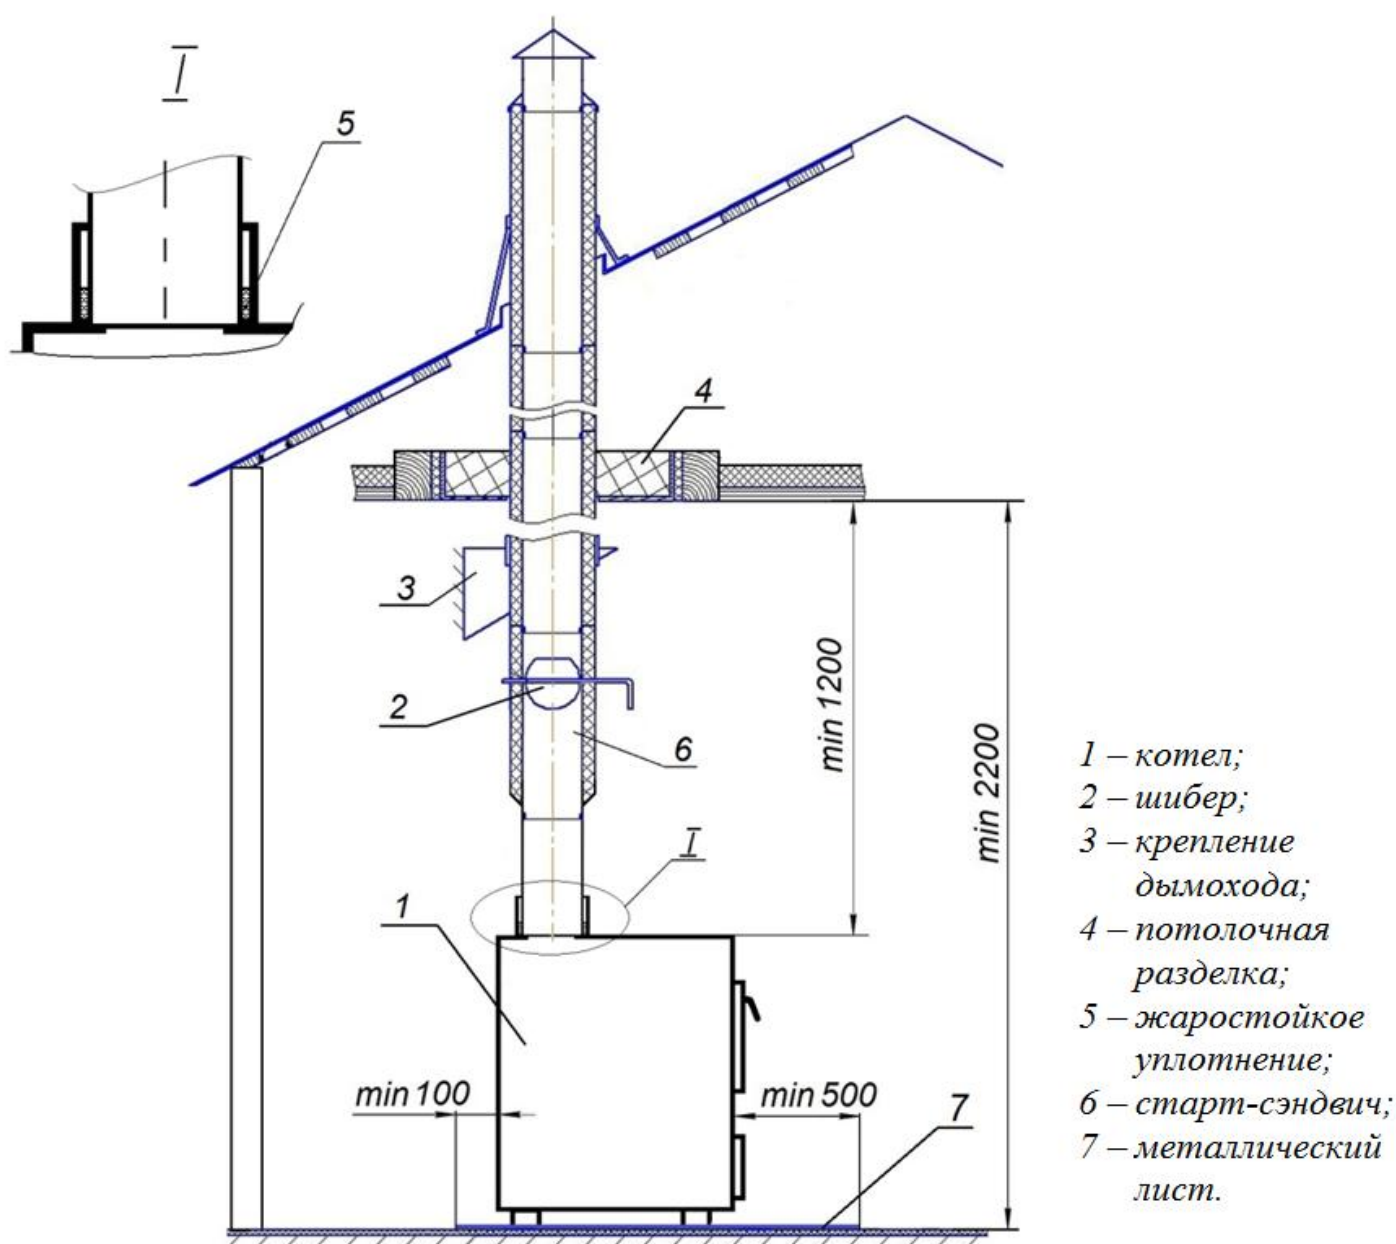

Рисунок 3. Схема установки дымовой трубы
7.2. Помещение, в котором монтируется котел (*поз.1 на рис.3*), должно быть оборудовано индивидуальным дымоходом и вентиляцией. Вентиляция должна обеспечивать трехкратный воздухообмен в течение одного часа, не считая воздуха, необходимого для горения.